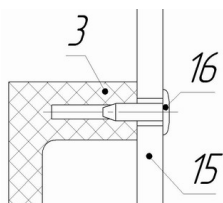
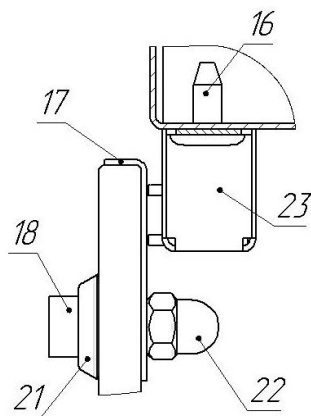
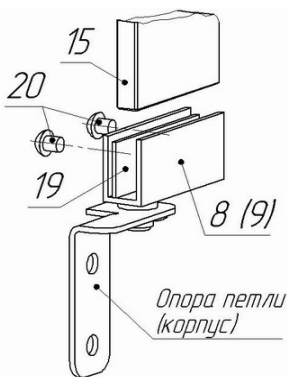

Рис. 2. Схема установки ручки.
Рис. 3. Схема установки накладки.
Рис. 4. Схема установки петли.
4.2. Установите шампуры 7. Установите на стеклянные двери 15 ручки 3 при помощи саморезов 16 (рис. 2). Металлические накладки 17 закрепите при помощи винтов 18 с шайбами 21 и гайками 22 (рис. 3).
Затем стекла 15 закрепите в петлях 8 и 9 (рис. 4) посредством винтов 20 и металлических прокладок 19 (40x15), выровняв стекла горизонтально. При необходимости выровняйте магнитные защелки 23 таким образом, чтобы их контакт с накладками 17 осуществлялся по всей поверхности магнитных пластин. Для этого ослабьте саморезы 16 (рис. 3), выровняйте магнитные защелки 23 и снова заверните саморезы.